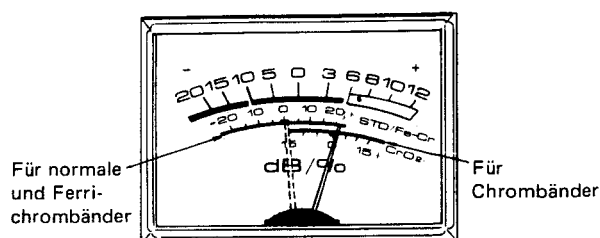

Abb. 3
4. Drehen Sie den Vormagnetisierungsregler (BIAS), bis die Nadel des Vormagnetisierungsanzeigers (siehe Abb. 3) bis zum Vormagnetisierungs-Einstellwert (%) ausschlägt.